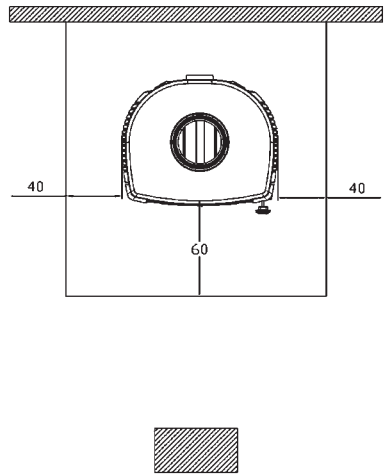

Imagen 4B
c) si la estufa se va a colocar sobre una base inflamable, la base debe asegurarse con uno inflamable, por ejemplo, una base de acero. Este tipo de base debe sobresalir al menos 60 cm en la parte delantera y al menos 40 cm en los lados laterales, teniendo en cuenta el espacio adicional para abrir la puerta de entrada (Ilustración 4B).